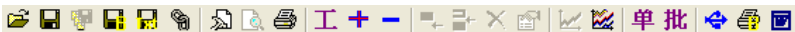

图 2.2 工具栏
- 3) **工具栏**由一系列按钮组成，如图 2.2 所示，每个按钮可以实现一个常用功能，虽然菜单命令中已经包含了这些命令，但是对于这些常用命令来说，通过工具栏按钮来实现要方便得多。如果将鼠标在某个按钮上稍作停留，屏幕上会自动显示该按钮的功能提示。当按钮颜色呈置灰状态时，表示当前状态下该功能无效。